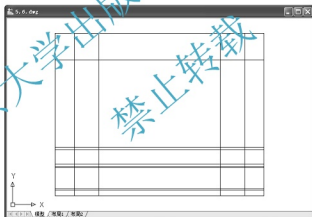

图 5.6 偏移生成垂直线
(5) 继续使用【偏移】命令将左侧的垂直线向右分别偏移 400mm、500mm，将右侧的垂直线向左偏移 400mm、500mm，结果如图 5.6 所示。